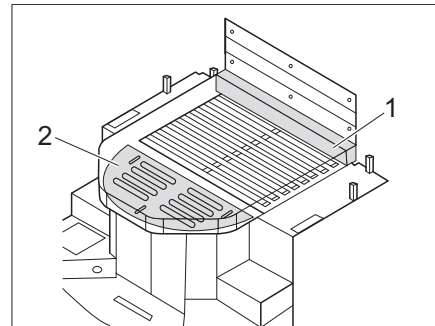

Bild 185 Bett mit Matratzenverlängerung (mit Zusatzmatratze und Auszugsbrett)
- Zusatzmatratze (Bild 185,1) an der Stirnseite des Queensbets einlegen.
- Auszugsbrett (Bild 185,2) ausziehen.